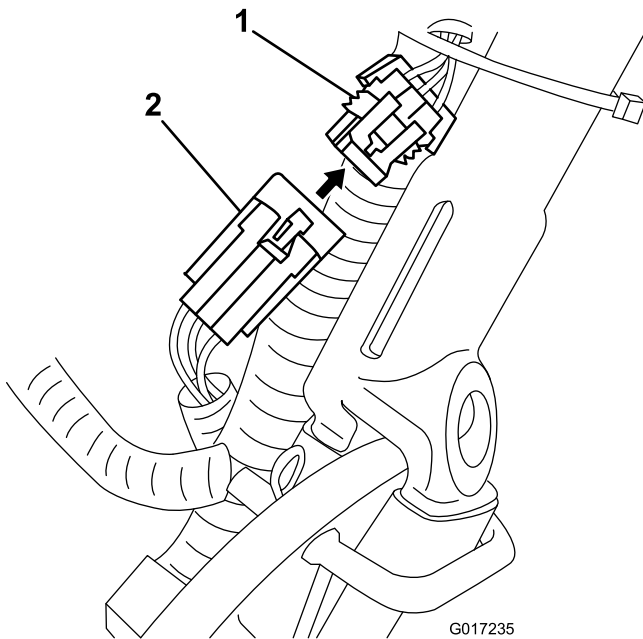

Bild 14
3. Schließen Sie den kleinen Anschluss an der Packung zum Maschinenkabelbaum vom Hauptkabelbaum ab (Bild 14).
14. Verlegen Sie das Batteriepack unter und hinter dem Hauptkabelbaum an der linken Seite der Maschine zum Kabelbaum der Maschine und schließen Sie den kleinen 6-Stift-Stecker am Kabelbaum am entsprechenden Stecker am Hauptkabelbaum an, wie in **Bild 14** abgebildet.